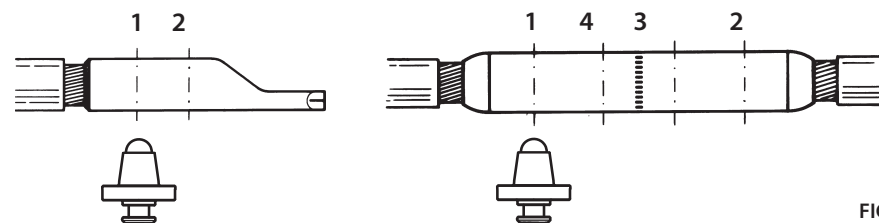

FIG. 1
- Inserire il poinçon **PS 130.../E** (92) dans l'adaptateur **AU 231-PS/E** (90) en appuyant sur le petit ergot de déblocage de la matrice (83) et le faire glisser jusqu'à ce qu'il soit bloqué par l'ergot (84).
- Insérer le connecteur dans la matrice coquille (93) en plaçant cas par cas la matrice à l'intérieur de l'adaptateur en la poussant pour la bloquer en position de fonctionnement qui est donnée par l'accouplement des rainures supérieures présentes sur la matrice avec les vis sans tête disposées à l'intérieur de l'adaptateur.
- En actionnant la pompe, commencer à sertir le connecteur en partant, pour les manchons, de l'extrémité vers l'intérieur et, pour les cosses, de l'extrémité vers la plage (voir fig. 1).